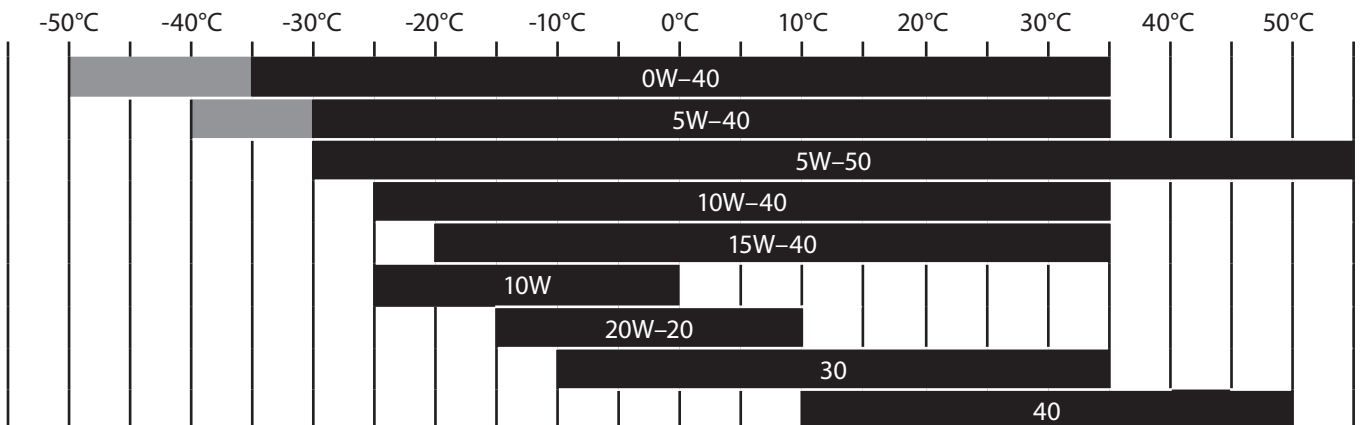

Рис. 11
- ➔ На наступній діаграмі (рис. 11) представлені марки моторних олив для зазначеного температурного діапазону, у випадку, якщо моторна олива класу SAE 15W40 недоступна.